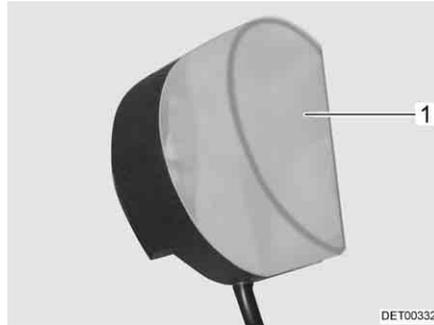

Fig. 191 Luci armadi guardaroba
- Comprimere leggermente e rimuovere la copertura della lampada (Fig. 191,1).